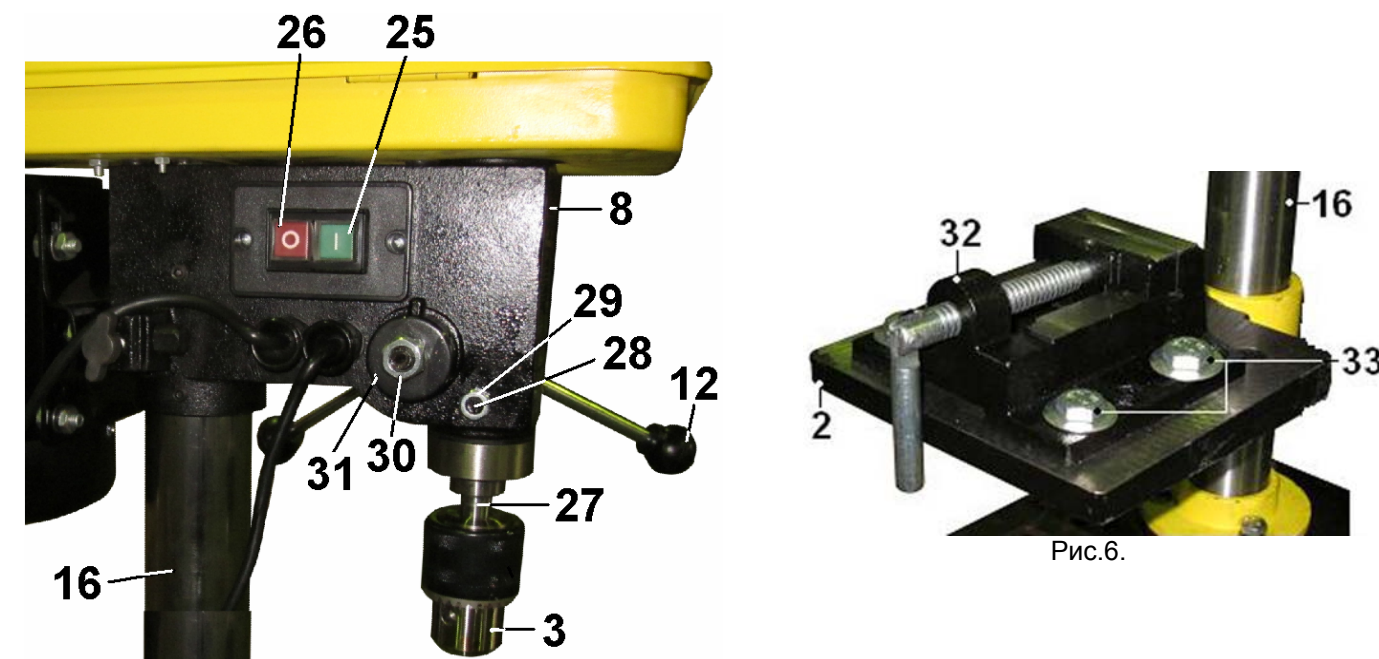

Рис.5.
9.9. Установите сверлильный патрон (3) на дорн (27), Рис.5 (предварительно необходимо удалить с его поверхности смазку, а также очистить от смазки внутреннюю посадочную поверхность сверлильного патрона (3), Рис.2, 5). Закрепите сверлильный патрон (3), Рис.5, в сборе с дорном (27), на шпинделе легким ударом молотка через деревянный брусок. Кулачки сверлильного патрона (3), при этом должны быть сведены.
9.13. Перемещая шпиндель за ручку (12), Рис.5 проверьте плавность хода шпинделя, Рис.5. Установочный винт (28) с контргайкой (29) предназначен для предотвращения проворачивания шпинделя. Если перемещение происходит не плавно или для перемещения нужно приложить усилие – необходимо произвести регулировку положения винта (28), предварительно ослабив контргайку (29). По окончании регулировки закрепите положение контргайкой (29).